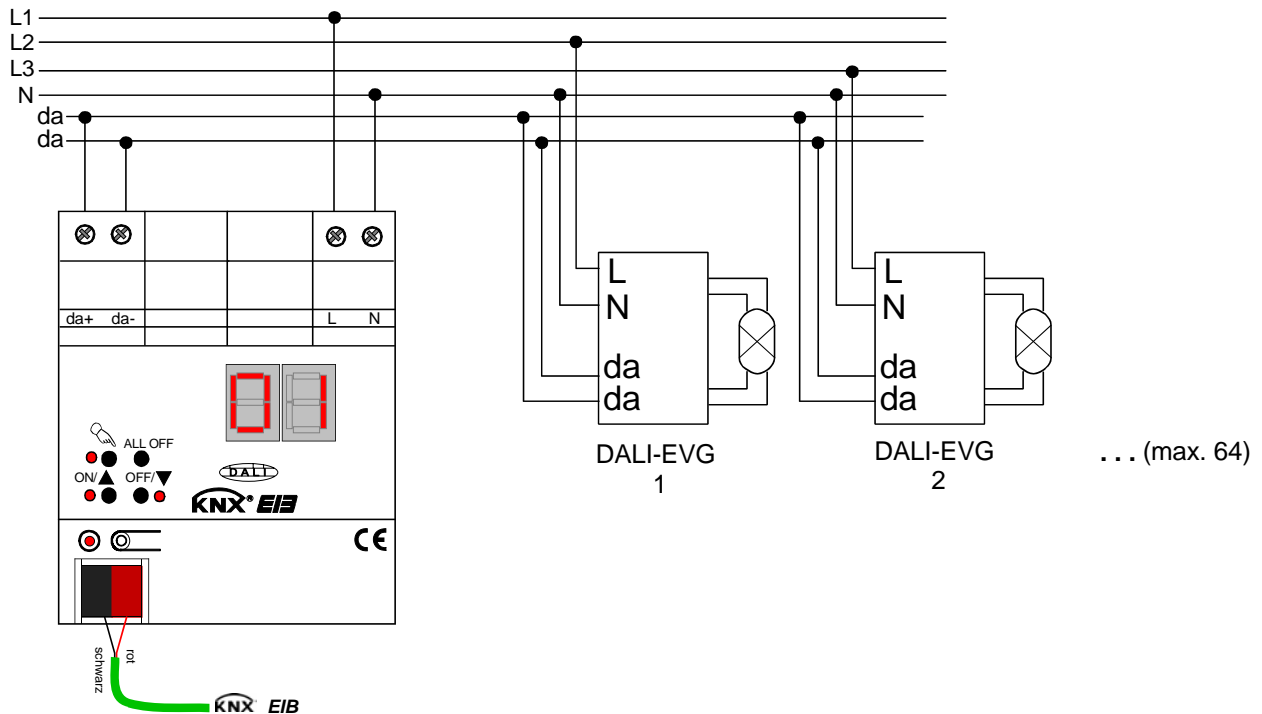

Bild 1: Elektrischer Anschluss der Netzspannungsversorgung und der DALI-Schnittstelle
- Der Anschluss der Netzspannungsversorgung und des DALI-Systems ist gemäß Bild 1 vorzunehmen (Anschlussbeispiel).